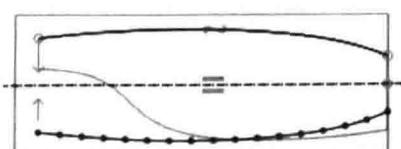

图 1.11 草图 2
Step8. 创建图 1.11 所示的草图 2。在操控板中单击“草绘”按钮 **草绘**；选取 FRONT 基准平面为草绘平面，选取 RIGHT 基准平面为参考平面，方向为 **下**，单击 **草绘** 按钮，绘制图 1.11 所示的草图。
说明：图 1.11 所示的草图是使用“投影”命令和“镜像”命令绘制而成的。